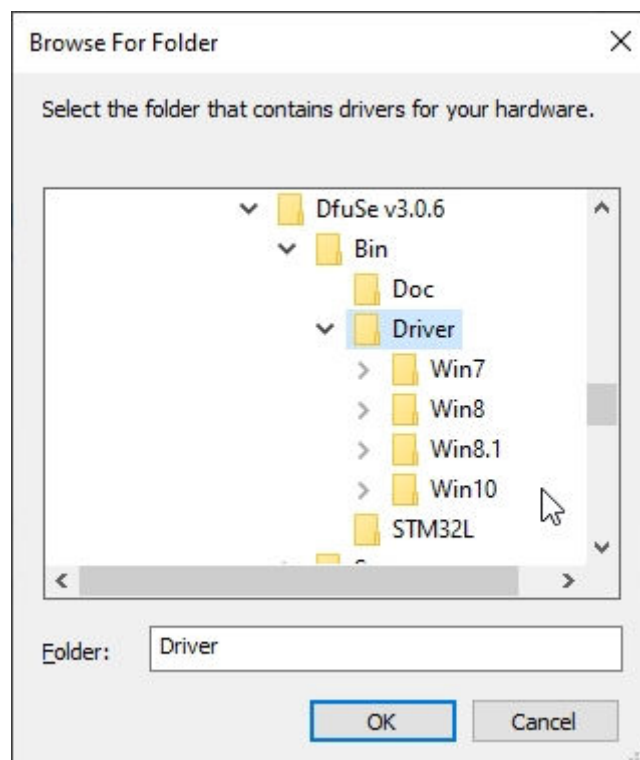

Figure 69
j) click on **DfuSe v3.0.6** (Fig 69)
k) click on **Bin** (Fig 69)
l) click on **Driver** (Fig 69)